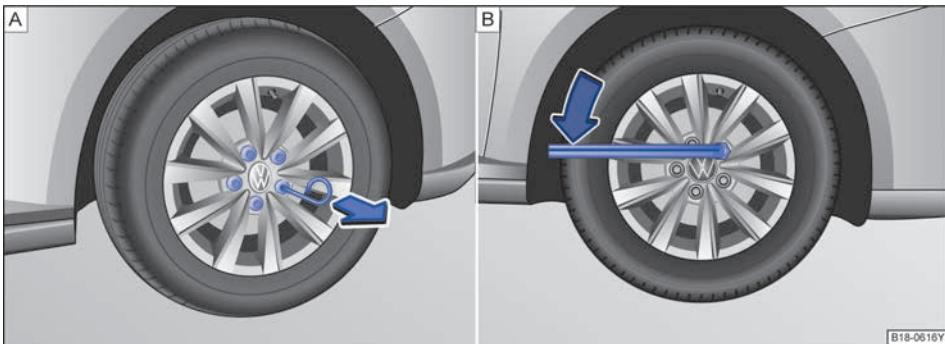

图 142 [A]. 从车轮螺栓上拔下盖罩, [B]. 更换车轮: 松开车轮螺栓
- 将钢丝钩穿过开口插入盖罩内⇒图 142[A]，然后沿箭头方向将其拔下。
- 将车轮扳手套到车轮螺栓上，然后推到限位位置⇒图 142[B]。